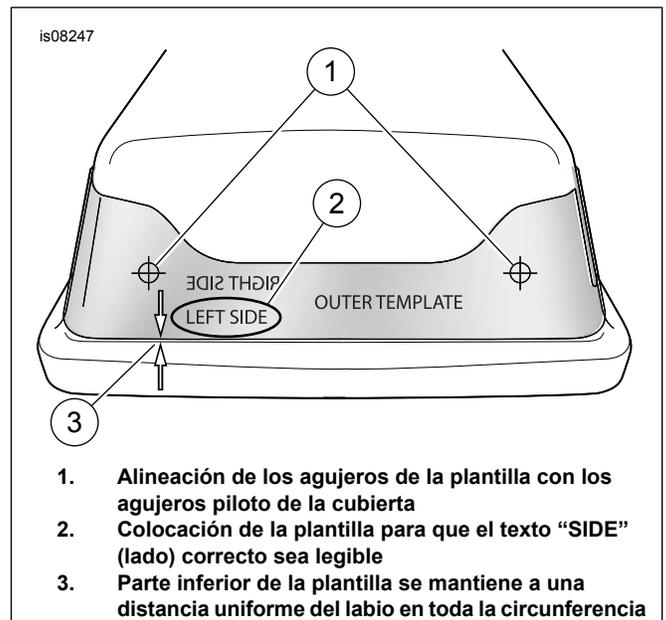

Figura 7. Colocación de la plantilla exterior
7. Obtenga la plantilla "OUTER TEMPLATE" (plantilla exterior) del kit. Coloque la plantilla en la parte delantera de la cubierta de la alforja con el texto "SIDE" (lado) legible y con los dos agujeros interiores alineados con los agujeros piloto perforados en el paso 5. Vea Figura 7. Envuelva los dos extremos de la plantilla alrededor de las esquinas delanteras de la cubierta de la alforja, manteniendo la parte inferior de la plantilla a una distancia igual del labio de extremo a extremo. Elimine todas las protuberancias que tenga la plantilla y péguela firmemente con cinta adhesiva en su posición en el exterior de la cubierta de la alforja. Vuelva a comprobar si la plantilla está alineada correctamente.